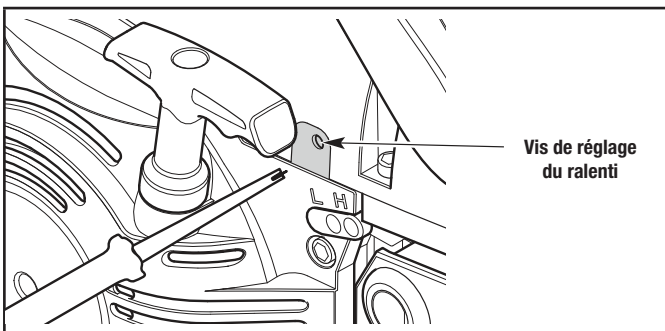

Figure 43
- 2a. Si le moteur s'arrête, utilisez un petit tournevis cruciforme ou à tête plate pour tourner la vis du régime de ralenti dans le sens horaire, de 1/8 de tour à la fois (selon les besoins) jusqu'à ce que le moteur tourne au ralenti en douceur (Fig. 43).
- 2b. Si le moteur tourne trop vite au ralenti, tournez la vis de ralenti dans le sens antihoraire, de 1/8 de tour à la fois (selon les besoins) pour réduire le régime de ralenti (Fig. 43).